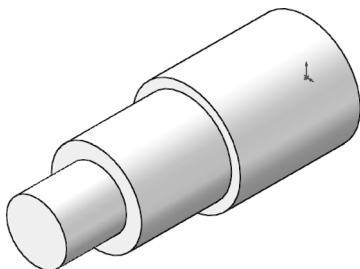

图 13-69 创建凸台
**04** 重复步骤 **02** 和 **03**, 在圆台上表面上连续创建 $\phi 30 \times 30$ 和 $\phi 20 \times 20$ 的凸台, 结果如图 13-69 所示。